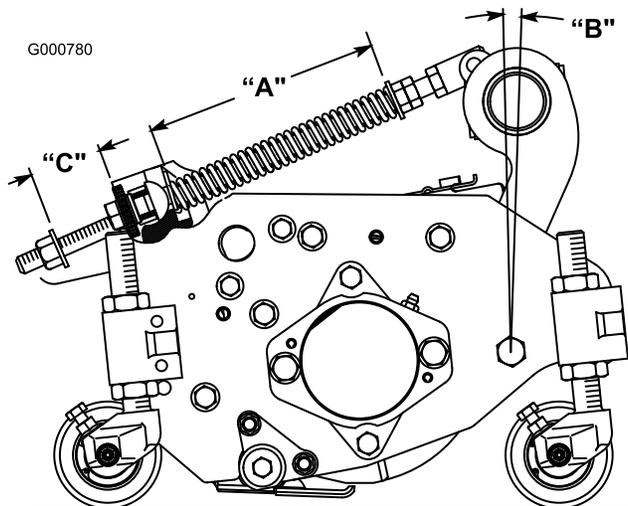

Figura 73
A mola de compensação (Figura 73), que liga a estrutura de suporte à unidade de corte, controla a rotação (para a frente e para trás) disponível e a distância ao solo no transporte e nas inversões de marcha.
1. Aperte a porca de bloqueio na parte posterior da haste da mola até que a folga (C) entre a parte posterior do suporte da mola e a parte da frente da anilha seja de 25 mm (Figura 73).
2. Aperte as porcas sextavadas na extremidade dianteira da haste da mola até que o comprimento da mola em compressão (A) seja de 20,3 cm (Figura 73).
Nota: se estiver a cortar relva muito grossa ou irregular, aumente o comprimento da mola em compressão (A) para 21,6 cm e a folga (C) entre a parte posterior do suporte da mola e a parte frontal da anilha para 38 mm (Figura 73).